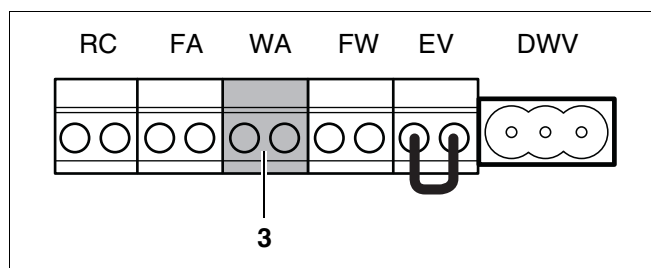

Рис. 32 Клеммы для подключения беспотенциального контакта запроса тепла (цвет подключения зеленый)
- Подключить беспотенциальный контакт запроса тепла к зеленой клемме WA (рис. 32, поз. 3). Максимально допустимое сопротивление этой цепи составляет 100 Ом. Используйте для этого 2-жильный силовой кабель сечением 0,4 - 0,75 мм².